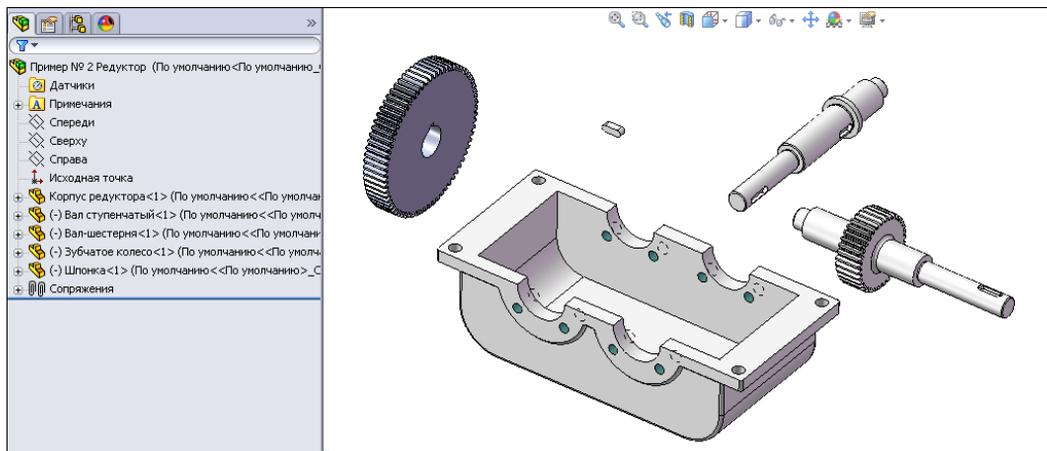

Рис. 6.29
- Разместим в сборочном пространстве следующие детали: вал ступенчатый, вал-шестерню, зубчатое колесо и шпонку (рис. 6.29). Для расположения этих деталей в сборке воспользуемся кнопкой  — **Вставить компоненты** панели инструментов **Сборка**.